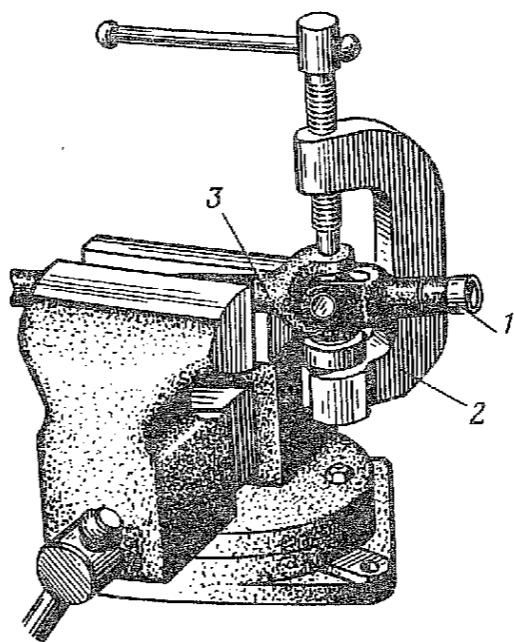

Рис. 193. Выпрессовка игольчатого подшипника карданного вала рулевого управления:
1.2. Закрепить карданный вал 3 (рис. 193) в тисках и установить струбцину 2 на игольчатые подшипники (тиски 1-150, накладки для губок тисков, струбцина).